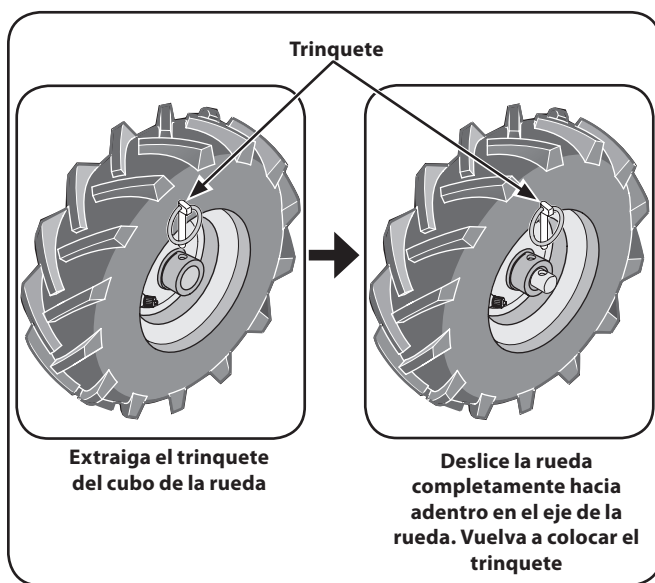

Figura 3-4
1. Coloque un bloque resistente bajo la transmisión para elevar una rueda aproximadamente 1" del suelo. Extraiga el trinquete del cubo de la rueda y del eje de la rueda. Consulte la Figura 3-4.
2. Deslice la rueda completamente hacia adentro en el eje de la rueda. Vuelva a instalar el trinquete a través del eje de la rueda únicamente (no a través del cubo de la rueda). Consulte la Figura 3-4. Ahora la rueda debe girar libremente en el eje de la rueda. Repítalo con la otra rueda.